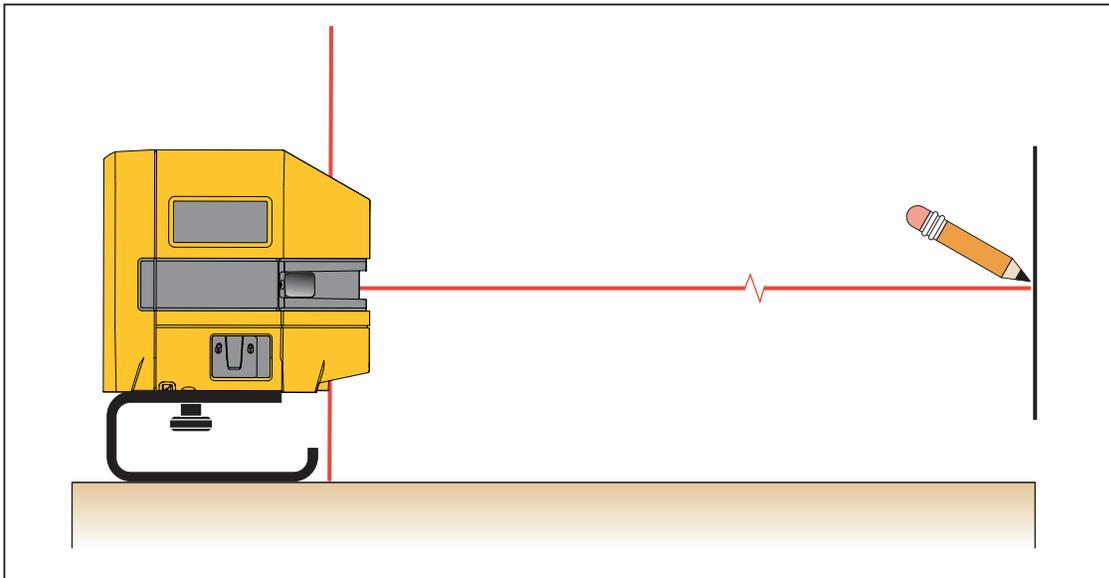

Abbildung 2. Neue horizontale oder diagonale Ausrichtung
2. Das Produkt einschalten, und den nach vorn gerichteten Laser auf das Messobjekt richten. Siehe Abbildung 2.